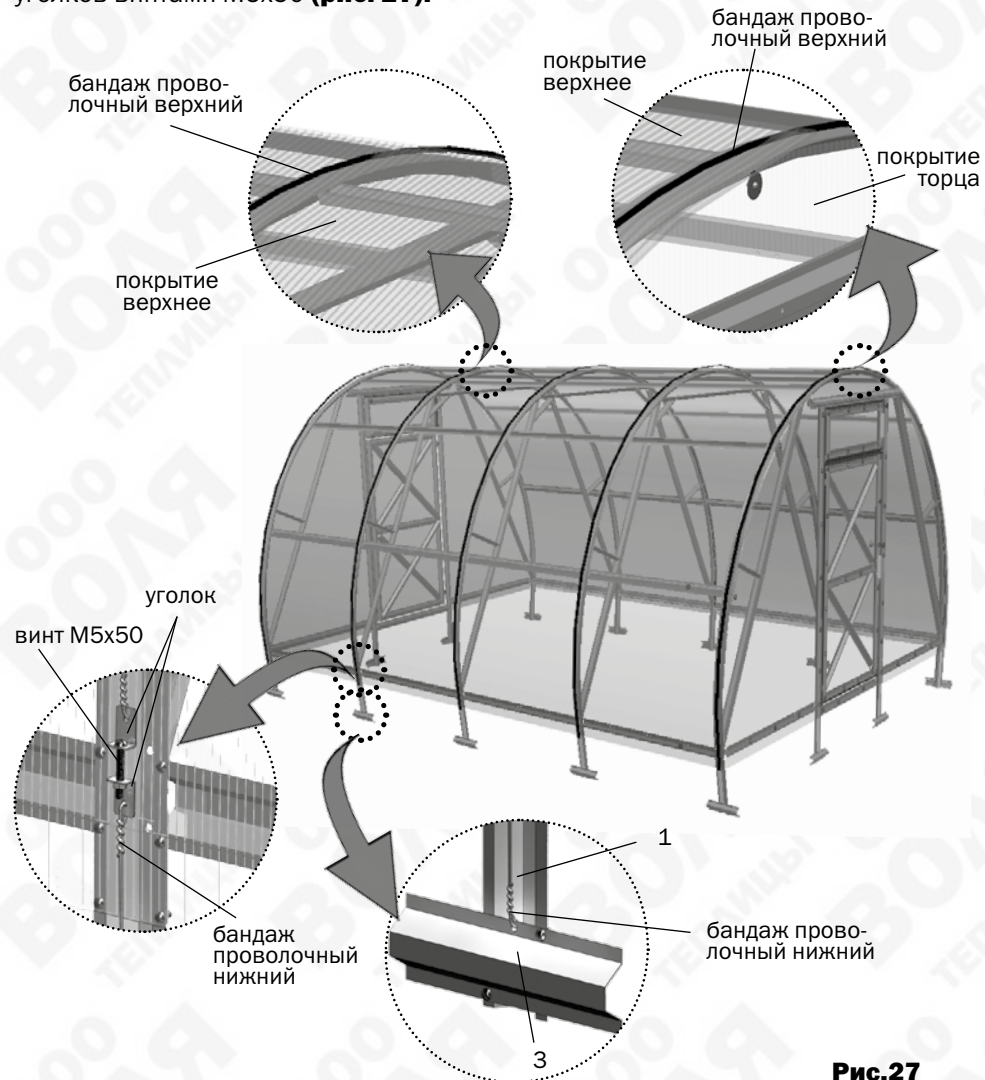

Рис.27
**10.** Листы поликарбоната заводятся на каркас теплицы и устанавливаются равными выступами за кромки дуг. Если боковые кромки поликарбоната существенно непараллельны кромкам дуг каркаса, то это означает каркас не выровнен перед затягиванием винтов и к этой операции следует вернуться. Последующие листы поликарбоната заводятся и устанавливаются с нахлестом на предыдущий лист. Проволочный верхний бандаж (6 м) устанавливается по дуге каркаса, начиная с середины каждого листа и стягивается с нижним бандажем с помощью уголков винтами М5х50 (**рис. 27**).